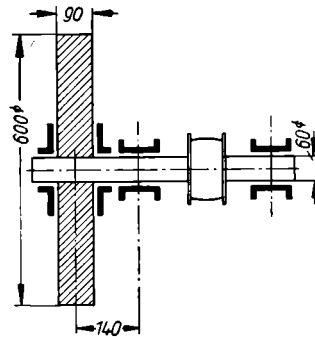

Bild 71
96. Die Schmirgelscheibe einer Schleifmaschine nach Bild 71 hat 600 mm Durchmesser, 90 mm Dicke, eine Dichte $3,5 \text{ kg/dm}^3$ und macht 1120 U/min um die waagerechte Drehachse. Es soll berechnet werden a) das Gewicht der Scheibe; b) die Fliehkraft einer Scheibenhälfte; c) die durch die Fliehkraft und das Eigengewicht in der Scheibe erzeugte Zugspannung; d) die Fliehkraft, die entsteht, wenn der Schwerpunkt der Scheibe um 2 mm exzentrisch außerhalb der Wellenachse liegt; e) die Biegespannung, die von dieser Fliehkraft und dem Gewicht der Scheibe in dem 60 mm starken Wellenzapfen erzeugt wird.